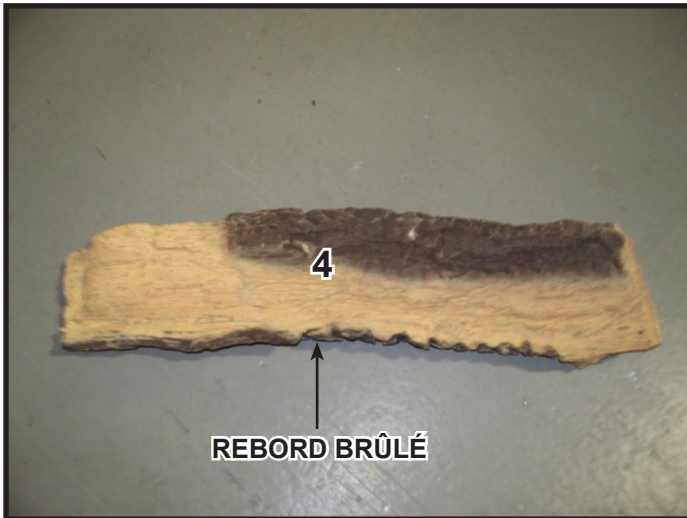

Figure 8.
**Bûche n° 4 (2284-704) :** Voir la figure 8. Placez la bûche n° 4 dans l'appareil avec le rebord face au centre. Le bas de la bûche n° 4 reposera sur le bas du réfractaire. Glissez vers l'avant le bas de la bûche n° 4 jusqu'à ce qu'elle touche le côté de la bûche n° 2. La bûche devrait aussi être positionnée aussi près que possible du brûleur. Faites reposer le sommet de la bûche n° 4 dans l'encoche au sommet du coin gauche de la bûche n° 1. Voir figures 3 et 9.